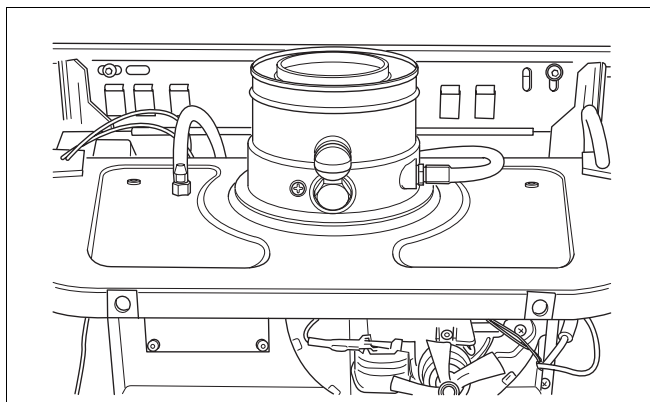

Abb. 8 Konzentrischer Luft-/ Abgasanschluss
- Abgasanschlusstück (Abb. 8) entfernen (3 Blechschrauben), und Schlauch zum Luftdruckschalter lösen.